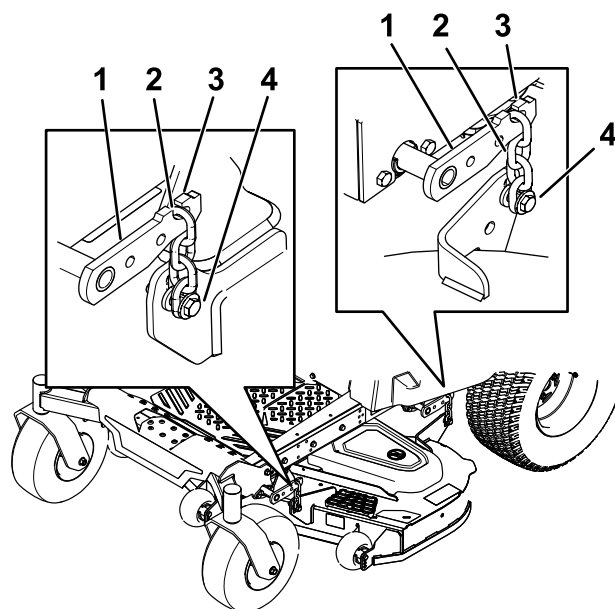

Figure 68
7. Détachez les chaînes des crochets sur les bras de levage du tablier (Figure 68).
6. Soulevez l'arrière du tablier de coupe et accrochez les chaînes aux bras de levage arrière (Figure 68).
7. Accrochez les chaînes avant aux bras de levage avant (Figure 68).